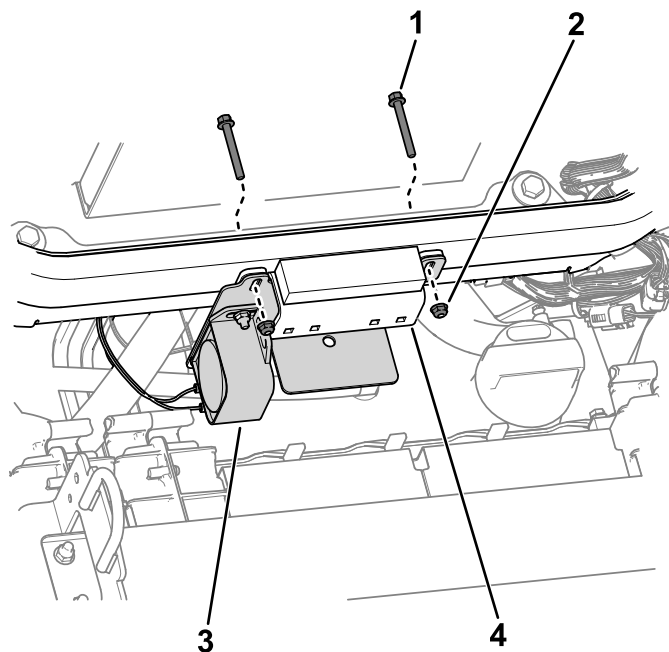

**Figur 2**
2. Använd de befintliga muttrarna på signalenheten för att fästa kablagens ringkopplingar på signalenheten (Figur 2).